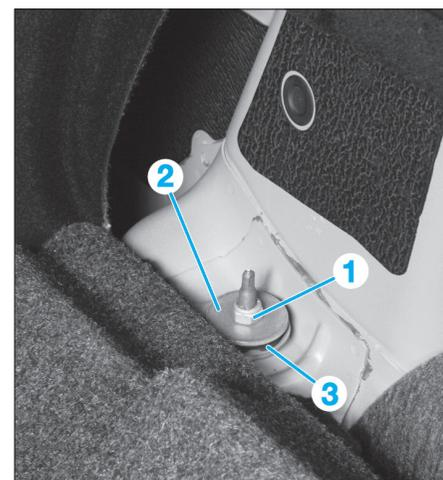

FIG. 22
- Déposer l'écrou (1) (Fig.22).